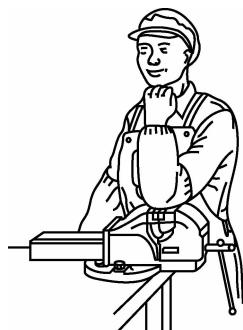

图 0-4 台虎钳安装高度
(1) 台虎钳安装在钳台上时,必须使固定钳身的钳口工作面处于钳台边缘之外,以便在夹紧长条工件时工件的下端不受钳台边缘的阻碍。台虎钳在钳台上的高度应齐人的手肘,如图 0-4 所示。